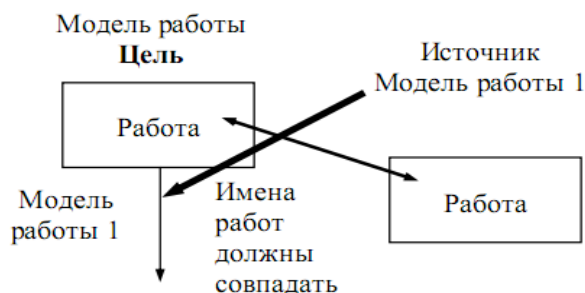

Рис. 6.1. Условия слияния моделей
- имя модели-источника, которое присоединяют к модели-цели, должно совпадать с именем стрелки вызова работы в модели-цели (рис. 6.1);
- имена контекстной работы подсоединяемой модели-источника и работы на модели-цели, к которой мы подсоединяем модель-источник, должны совпадать (рис. 6.1);